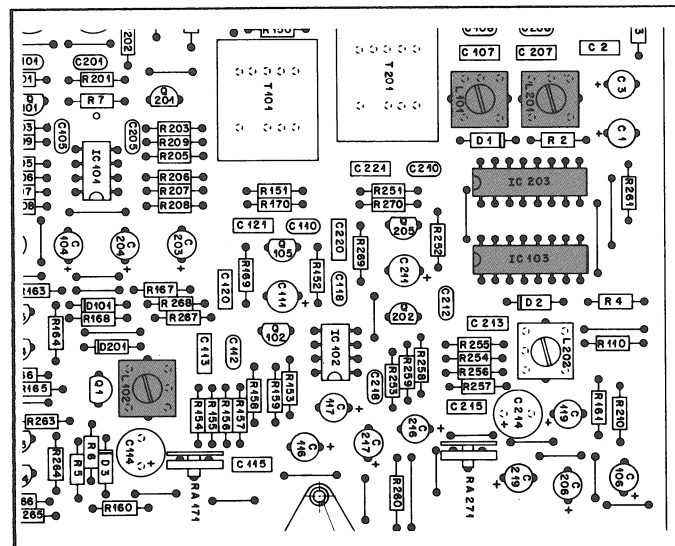

Fig. 13
- Régler L101 (CH1) ou L201 (CH2) pour le minimum de HF à l'oscilloscope (fig. 13).